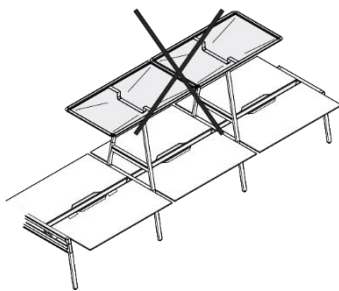

Figura 31 Baldacchino, montaggio non consentito
- Due baldacchini uno accanto all'altro su tavoli da 1400 mm di larghezza (vedi Figura 31).